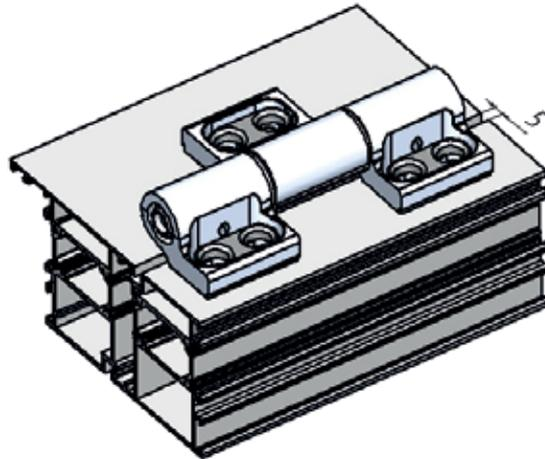

Рис. 10
5. С помощью прокладок выставить равномерный зазор (5 мм) между рамой и полотном двери (Рис. 10).